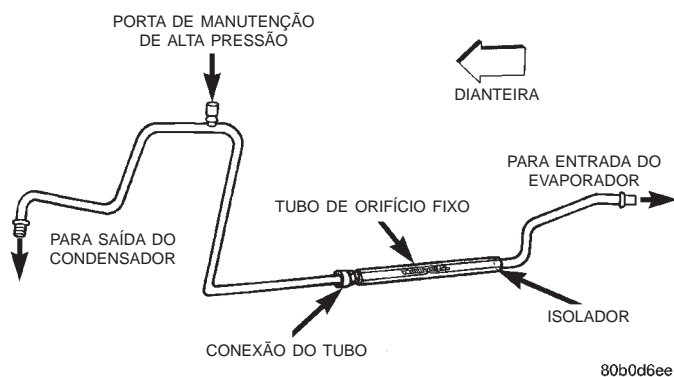

Fig. 32 Remoção/Instalação do Tubo de Orifício Fixo
(4) Remova a metade dianteira da linha de líquido da metade traseira desconectando-a na conexão do tubo (Fig. 32). Instale bujões ou cubra com fita adesiva todas as conexões abertas do tubo da linha de refrigeração.